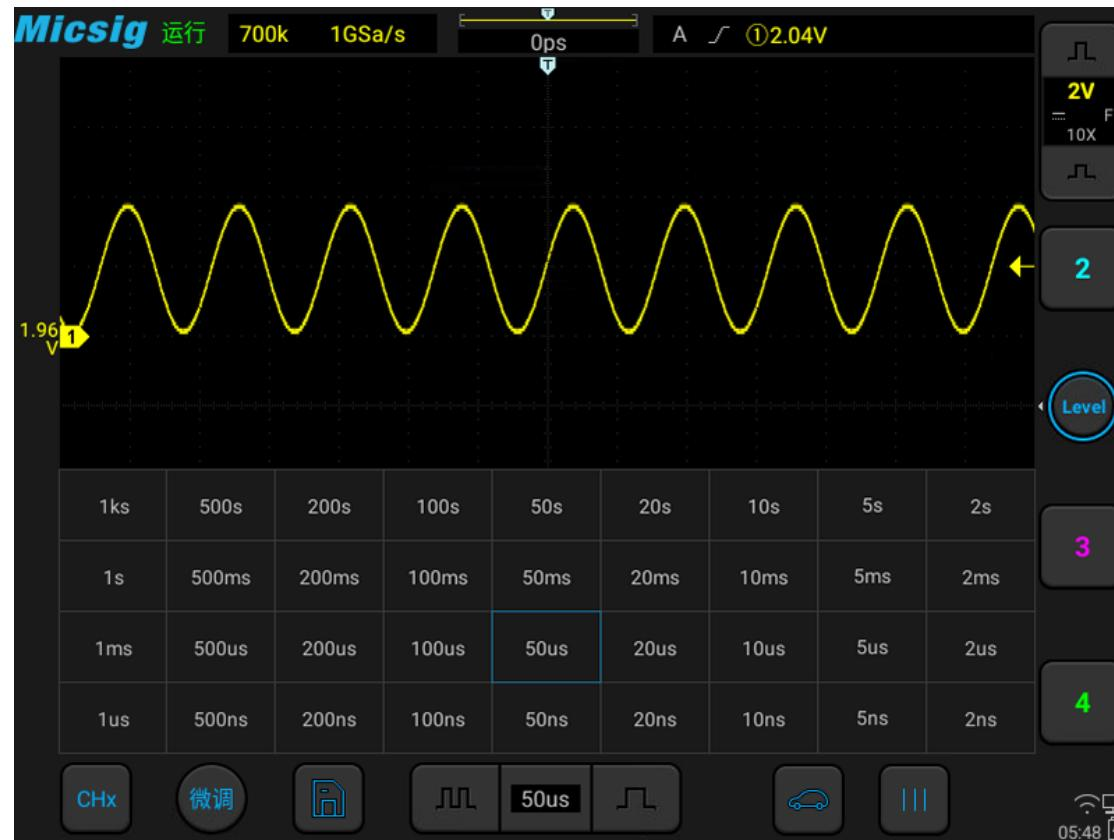

图5-4 水平时基旋钮
当CH1处于开启状态，但状态为非当前通道时，轻点CH1波形或CH1通道图标或通道指示器① 或当前通道选择按键，把CH1设为当前通道，见图5-4。